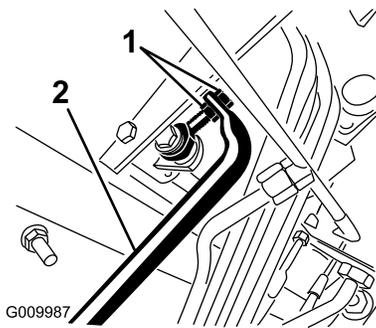

図 47
4. 前への動きを止めたい場合は、ポンプロッドの端部にあるジャムナットを回してポンプコントロールチューブ 図 47 を前へ動かす。後への動きを止めたい場合は、後へ動かす。